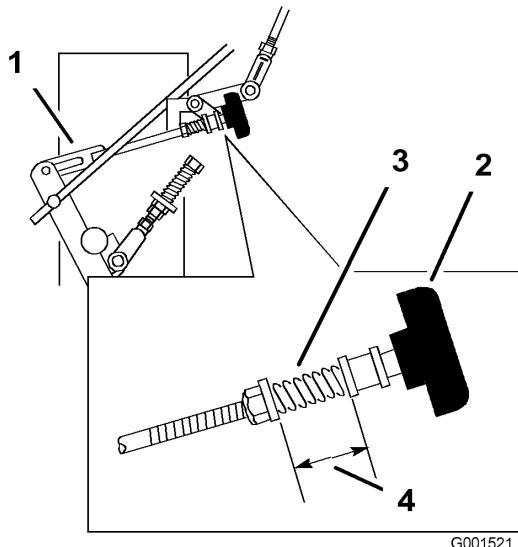

Figure 39
3. Réglez la timonerie droite en tournant le bouton Quick-Track dans le sens anti-horaire jusqu'à ce que la roue commence à tourner en avant (Figure 39).
4. Tournez le bouton dans le sens horaire 1/4 de tour à la fois. Déplacez ensuite le levier de changement de vitesse en avant et ramenez-le au point mort. Répétez cette opération jusqu'à ce que la roue droite arrête de tourner en avant (Figure 39).
6. Le ressort qui maintient la tension sur le bouton n'a normalement pas besoin d'être réglé. Toutefois, si un réglage est nécessaire, réglez la longueur du ressort à 26 mm (1") entre les rondelles (Figure 39).
7. Réglez la longueur du ressort en tournant l'écrou situé à l'avant du ressort (Figure 39).